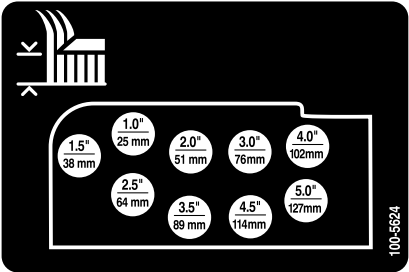

Figura 17
- Monte as correntes da altura de corte no orifício da altura de corte desejada com o contrapino e pino de segurança (Figura 17).